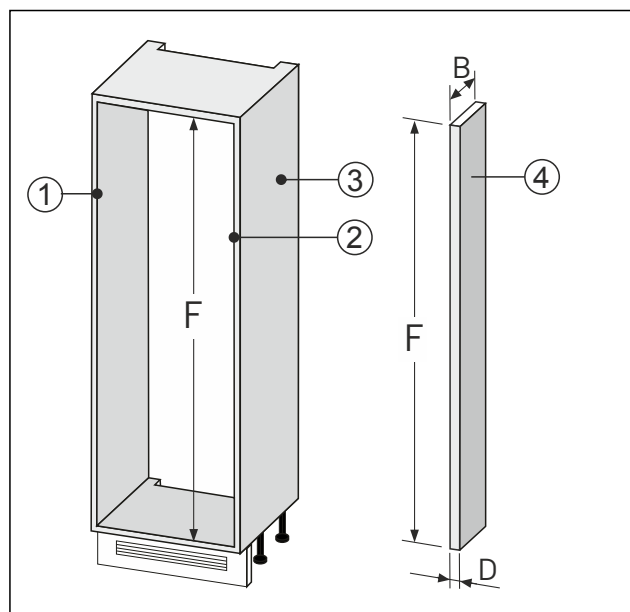

Fig. 92
- Izradite zidnu ispunu Fig. 92 (4) prema gore navedenim dimenzijama.